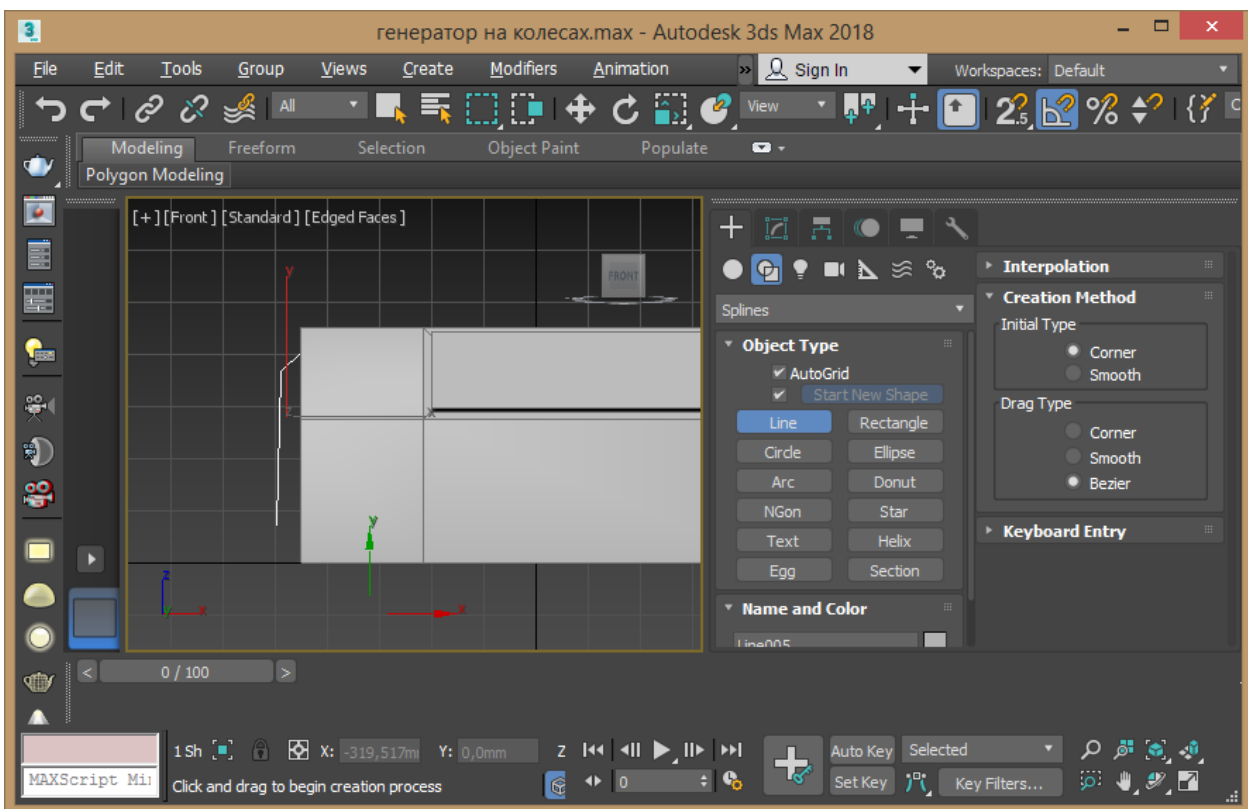

Рис. 2.6 – Створення бічної частини сходів
6. Перейдіть на видовий екран Front і створіть бічну частину сходів використовуючи на командній панелі пункт створення плоских об'єктів - лінію Create - Shapes – Line (рис. 2.6).